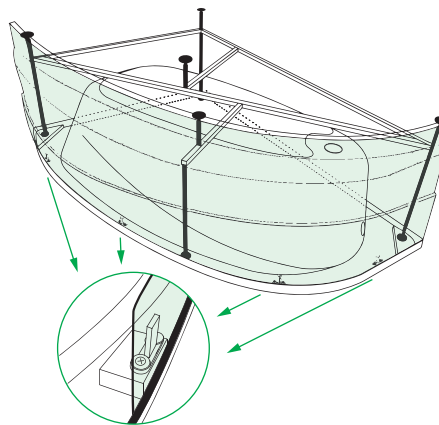

Рис. 8
1. Установку панели, для большего удобства, рекомендуется производить на предварительно перевёрнутый вверх дном ванне. Нижняя часть панели должна плотно встать в паз, образованный между укрепляющим споем и крепёжным элементом (рис. 8);